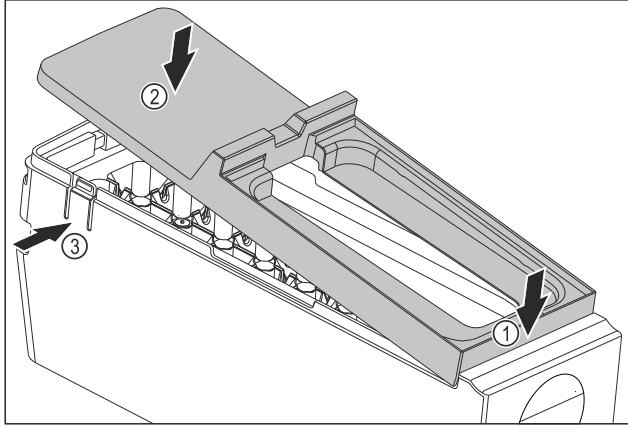

Fig. 134
- EasyTwist-Ice gövdesinin kapağını monte edin: Kapağı önenden yerleştirin. Fig. 134 (1)
- Kapağı arkadan aşağı indirin. Fig. 134 (2)
- ▷ Kapak iki kulağa Fig. 134 (3) duylur şekilde oturur.